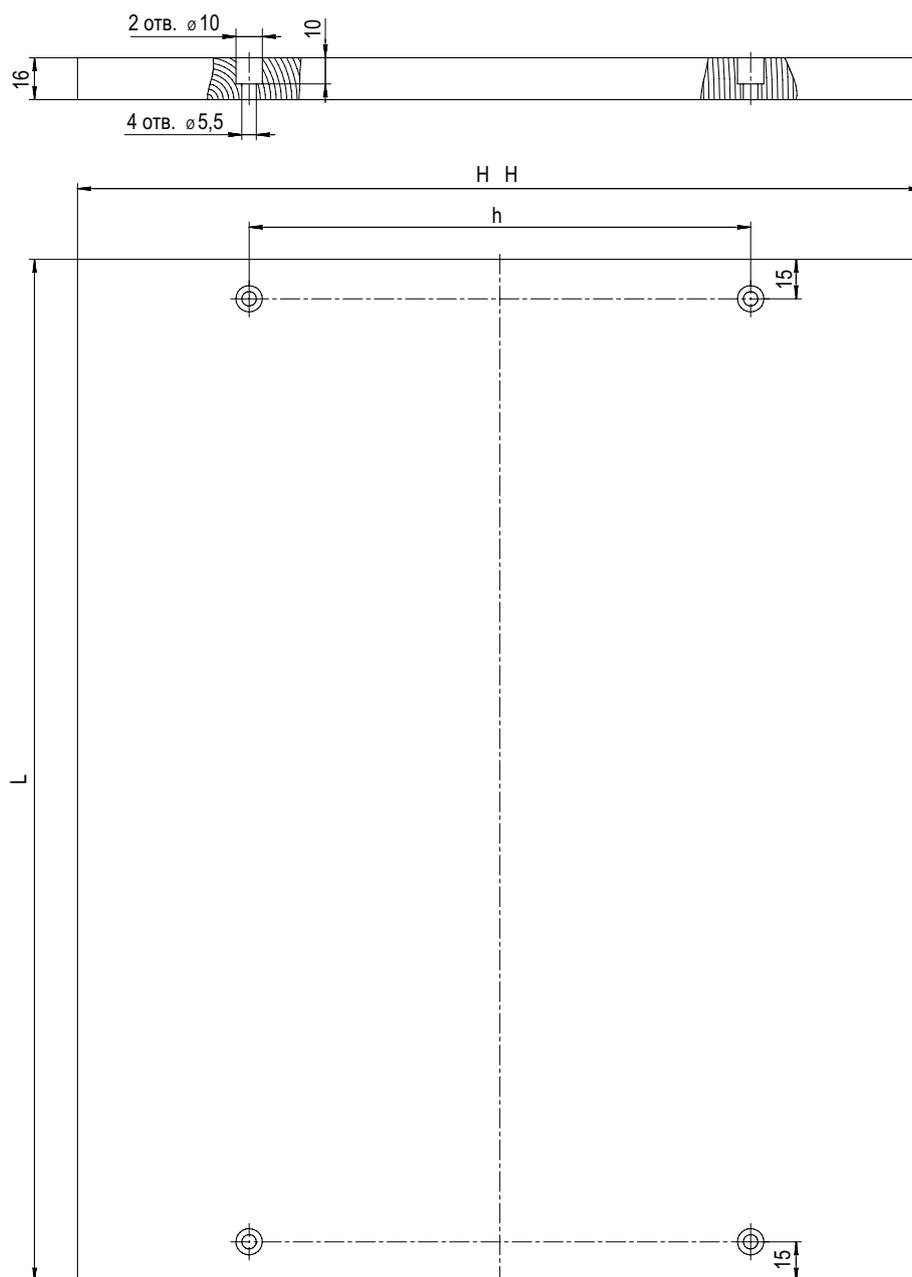

Рис. 3. Рабочий стол РК
- 20) Установить привод оси Z на плиты каретки (4), (5) и затянуть винтами М5х12.
- 21) На плиту каретки (5) установить четыре ролика BSR33-d8W12. Ролик крепится посредством винта М8х35, втулки (3), гайки М8, двух шайб диаметром 8 мм. Одна шайба ставится между опорой и втулкой, вторая под гайку.
- 22) Плиту шпинделя (9) (лицевая) и плиту шпинделя (10) закрепить винтами М5х12 и гайками 30TM5 на профиле (230х60х30).
- 25) Проложить ремни вокруг шкива и роликов на каждой оси и закрепить их по краям, (обеспечивая натяжение) прижимами (11). Прижимы фиксируются самонарезающими винтами 4.8х19.
- 29) Винтами М5х12 и гайками 30TM5 закрепить стол на станке. Стол изготавливается самостоятельно. Рекомендуемые размеры см. рис. 3.
- 30) Кронштейны (12) закрепить винтами М3х6 к опоре портала (2) и плите каретки (4).
- 31) Кронштейны (13) и (14) закрепить нижними винтами М8х35 на опоры станины (2).
- 32) Уголки 40х20х2 с помощью винтов М3х8, гаек М3 и шайб диаметром 3 мм закрепить на кронштейны (13) и (14).
- 34) Держатели кабель-каналов с помощью винтов М4х10 и гаек М4 закрепить на кронштейнах (12) и уголках 40х20х2.